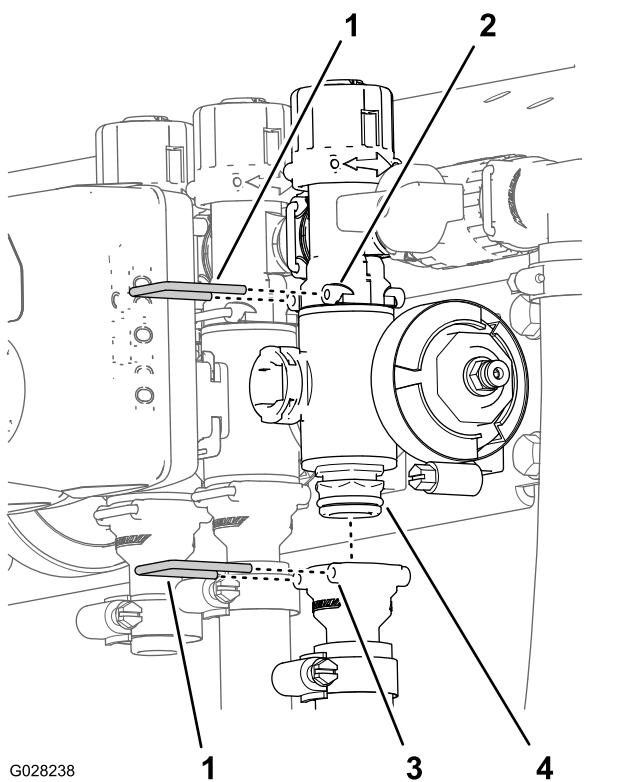

Figura 137
2. Retire a fixação que fixa o coletor da válvula de seção ao encaixe da distribuição (Figura 137).